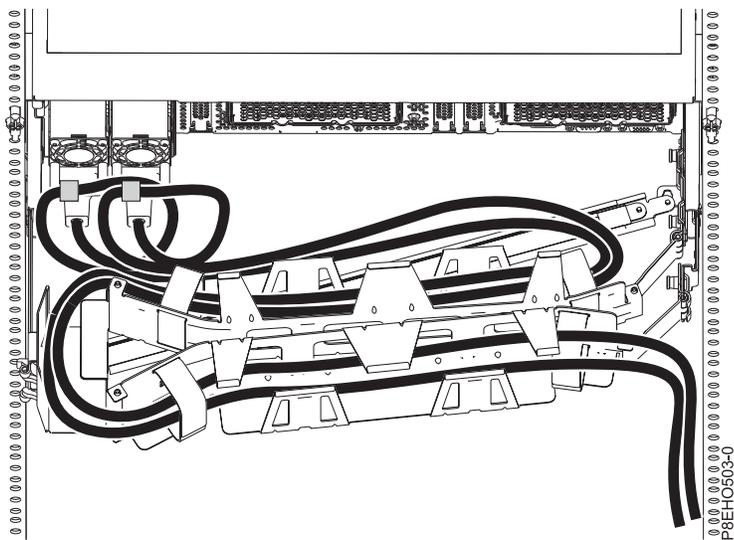
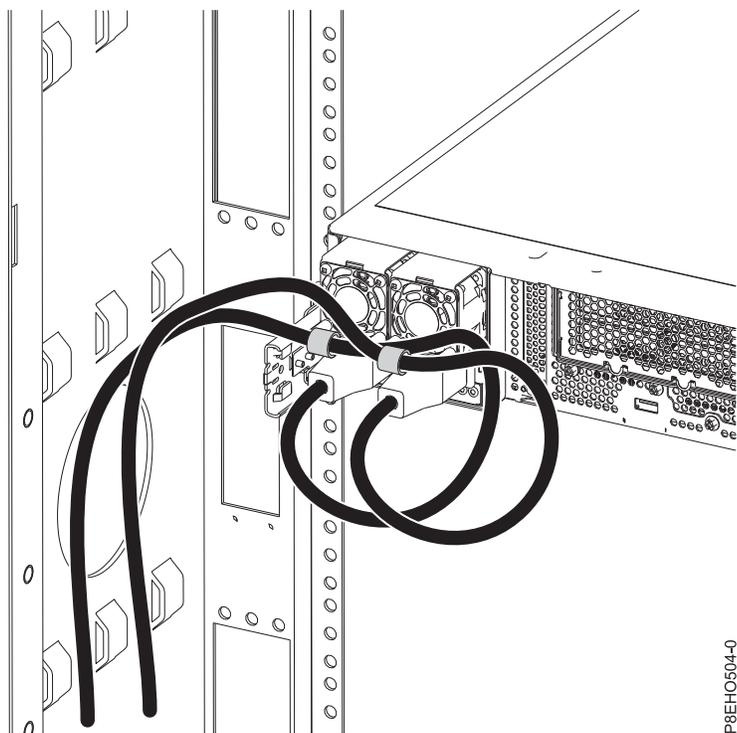

図 227. ケーブル・マネジメント・アームで配線する電源コードのループ：電源コードは反時計方向にループして右側に配線します。
図 228. 側壁に沿って配線する電源コードのループ：電源コードは反時計方向にループして左側に配線します。
3. 電源コードにラベルを付け、電源装置ハンドルから切り離します。電源コードを電源装置のハンドルに留めている面ファスナーを外します。電源コードがどのようにループしているかに注意してください。電源コードを再接続するときに、同じループにする必要があります。2 つのタイプのループを使用します (詳しくは、218 ページの図 227 および 218 ページの図 228 を参照)。